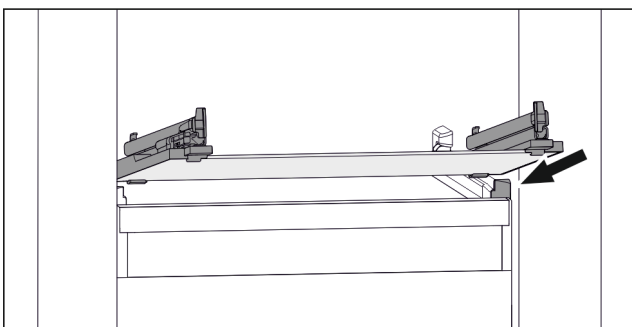

Fig. 161 Примерно изображение на стъклената плоча
- ▶ Поставете стъклената плоча под ъгъл зад ограничителите. (виж Fig. 161)